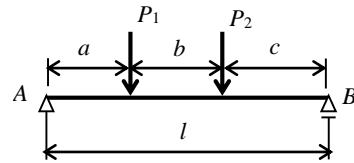
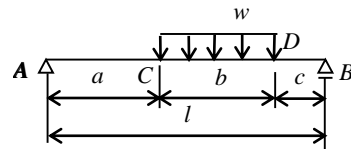

図5 2個の集中荷重が作用する系
図6 部分分布荷重が作用する系
例えば, 集中荷重が2個作用するようなはり(図5)では, 積分定数が6個になり, 連立方程式を解きあぐねる. また, 部分分布荷重(図6)が作用するような系では, 連続条件の適用で困ってしまう.
- (1) 図 5,6 の解 (たわみ) を求めよ。
- (2) 式(26),(29)を式(25)の定義に従って求めよ。